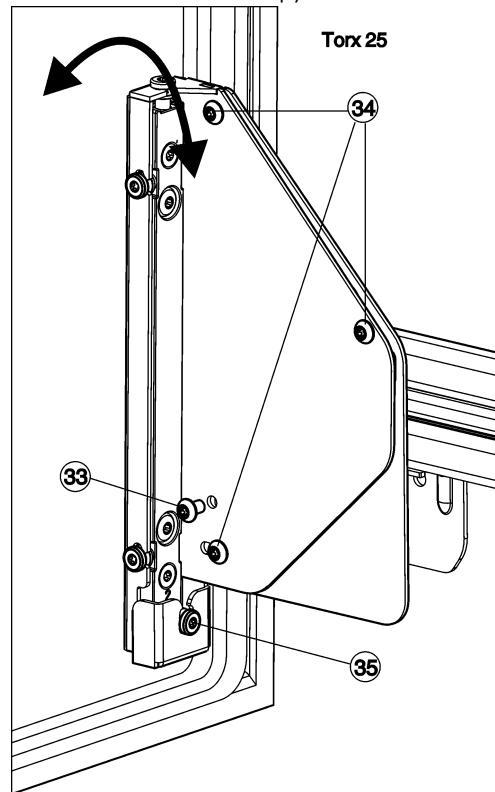

Fig. 26
- ▶ Повністю відгвинтити гвинт Fig. 26 (33).
- ▷ Утилізувати гвинт Fig. 26 (33), він більше не знадобиться.
- ▶ Відпустити гвинти Fig. 26 (34) на 1-2 оберти.
- ▶ Повернути регульовальний гвинт Fig. 26 (35). За годинниковою стрілкою: дверцята вгору відхиляються від корпусу пристрою. Проти годинникової стрілки: дверцята вгору нахилиються до пристрою і вниз відхиляються від корпусу пристрою.
- ▶ Знову міцно затягніть всі гвинти Fig. 26 (34) після закінчення регулювання нахилу.